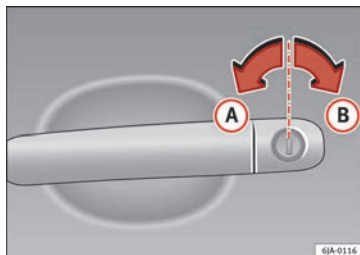

Abb. 120 Positionen des Schlüssels bei Verriegelung und Entriegelung des Fahrzeugs
- Drehen Sie den Schlüssel im Schließzylinder der Fahrertür in Fahrtrichtung bis zur Öffnungsposition **A** » Abb. 120.
- Drehen Sie den Schlüssel im Schließzylinder der Fahrertür gegen die Fahrtrichtung bis zur Schließposition **B** » Abb. 120.